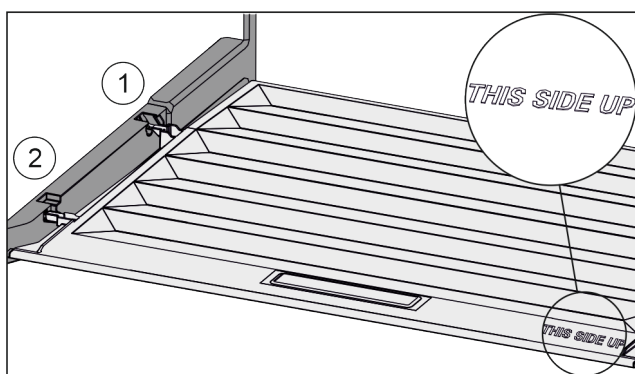

Fig. 79
- ▶ Introduire les rainures du couvercle par l'orifice du support arrière Fig. 79 (1) et les enclencher à l'avant dans le support Fig. 79 (2).